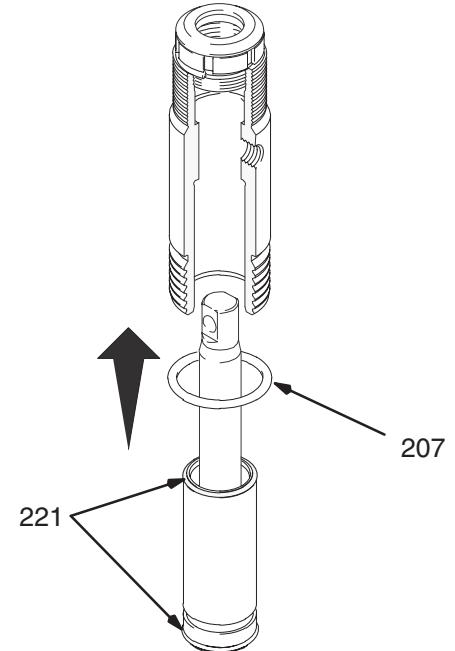

Fig. 17
Fig. 17. Smør o-ringene (221) og sett dem på foringen. Skyv foringen/stempelstangenheten inn i bunnen av sylinderen. O-ringen (207) kan skiftes ut hvis du ønsker det.